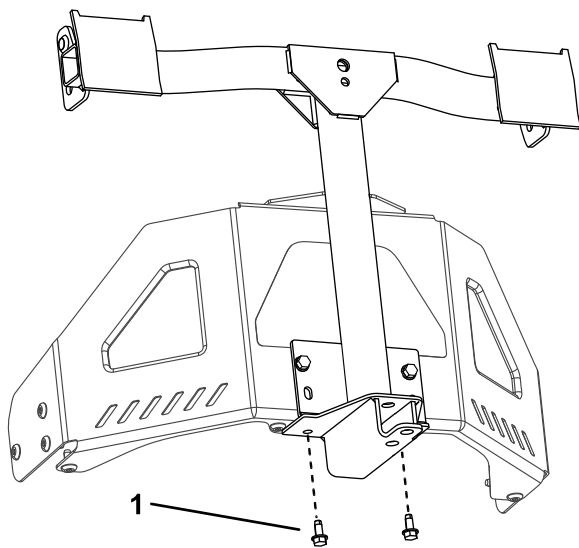

Figura 9
3. Prenda a estrutura da articulação à parte inferior da máquina utilizando dois parafusos autorroscantes (5/16 pol. x ¾ pol.) como se mostra na Figura 9.